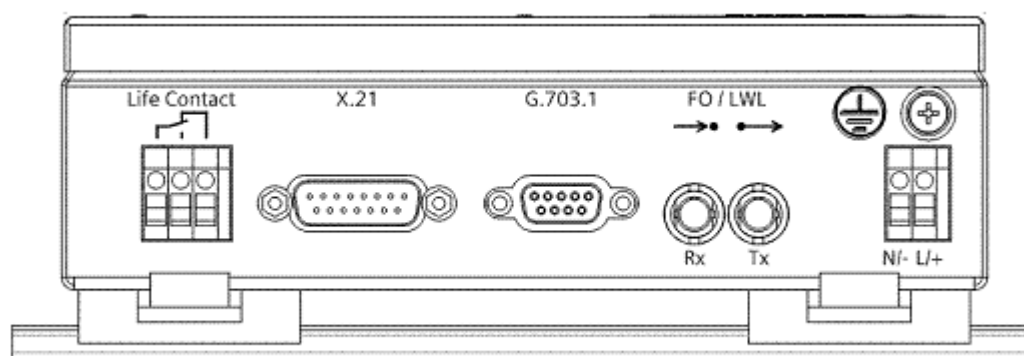
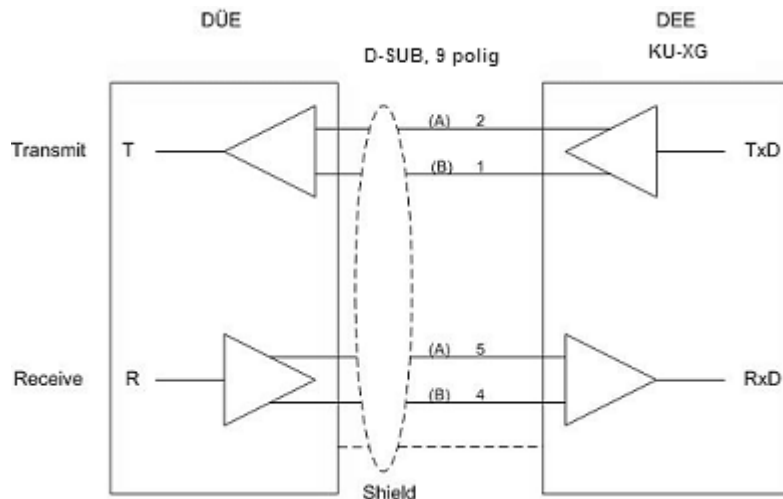

Bild 3 Schnittstellen und Anschlüsse
Bild 8 Pinbelegung des 4-poligen Datenkabels
Auf der Geräteseite (Bild 3) befinden sich folgende Schnittstellen und Anschlüsse:
Die 4-adrige Datenleitung soll verdreht und geschirmt ausgeführt sein. Die Pinbelegung geht aus Bild 8 hervor. Zwischen Kommunikationsumsetzer und G.703.1-Schnittstelle des Kommunikationsnetzes werden kurze Verbindungen empfohlen, um elektrische Störbeeinflussungen zu vermeiden. Der Kommunikationsumsetzer muss in der Nähe des Kommunikationsgerätes (DÜE) installiert werden.
- Befestigen sie den Buchse mit dem Kabel an den DSUB-Stecker X.21 des Kommunikationsumsetzers. Im Bild 3 sehen Sie, wo sich der Schnittstellenstecker befindet. Bild 6 zeigt die Anschlussbelegung am DEE-Anschluss des Kommunikationsumsetzers.
- Befestigen Sie den Stecker mit dem Kabel an der DSUB-Buchse G.703.1 des Kommunikationsumsetzers. Im Bild 3 sehen Sie, wo sich die Schnittstellenbuchse befindet. Bild 8 zeigt die Anschlussbelegung am DEE-Anschluss des Kommunikationsumsetzers.